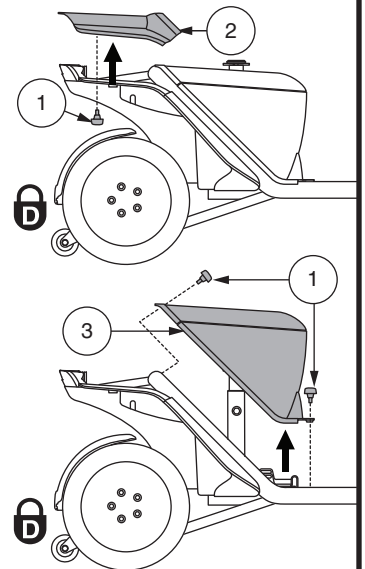

Abb. 12. Entfernung/Ersetzung der Abdeckung
2. Entfernen Sie die Batterie Abdeckung indem Sie die zwei (2) Rändelschrauben, die es am Fahrzeug Rahmen befestigen, abschrauben und die Abdeckung hoch und vom Fahrzeug heben. **Siehe Abb. 12.**
3. Entfernen Sie die Batterie Abdeckung indem Sie die vier (4) Rändelschrauben, die es am Fahrzeug Rahmen befestigen, abschrauben und die Abdeckung hoch und vom Fahrzeug heben. **Siehe Abb. 12.**